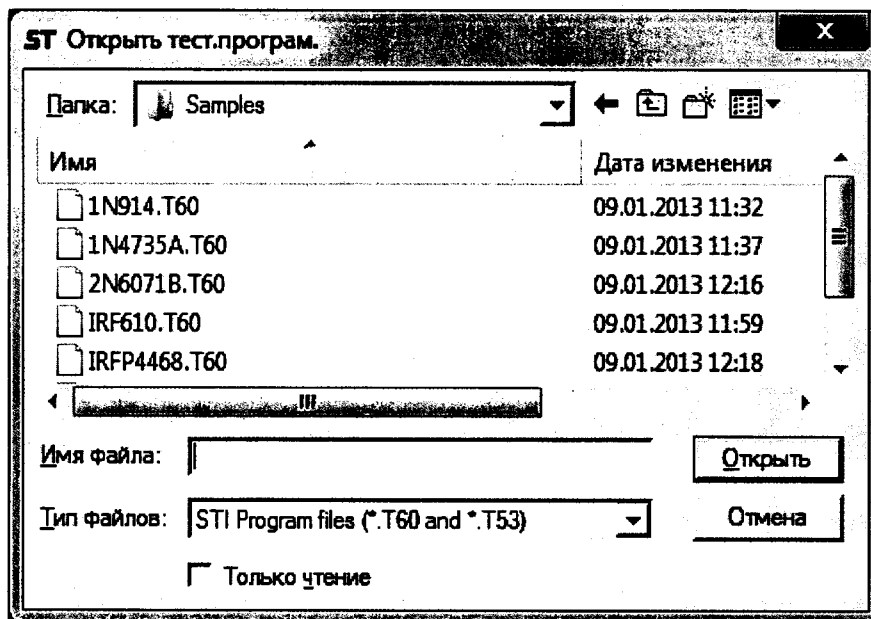

Рисунок 7 – Создание файла новой тестовой программы
б) В открывшемся диалоговом окне (рисунок 7) введите имя файла для создания новой тестовой программы. Нажмите кнопку Открыть.
- б) В открывшемся диалоговом окне (рисунок 7) введите имя файла для создания новой тестовой программы. Нажмите кнопку Открыть.